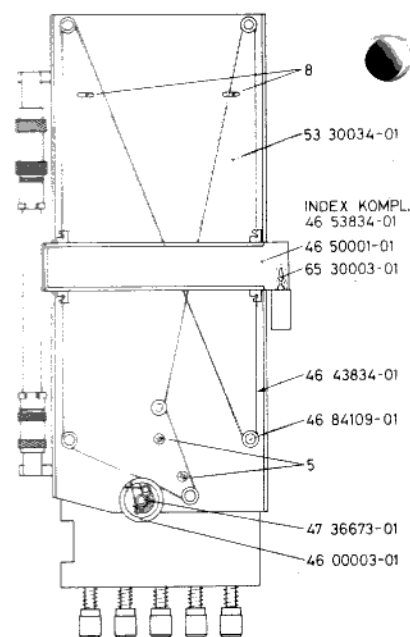

Fig. 2
Lossa de två skruvarna (5) vid avstämningratten, fig. 2, och en skruv (6) (via hålet (7)), såvida inte hela AM-delen är urtagen) fig. 1.
OBS! Tag ej bort skallinan eller kopplingstrådarna till kretskortet. Vid återmontering vrid gangen till vänster ändläge och ställ in indexet vid de två små upphöjda markeringarna (8) fig. 2. innan linshjulet skruvas fast.